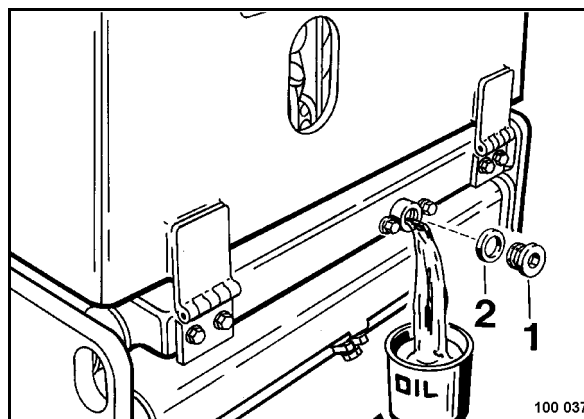

Fig. 60
- Desenroscar el tornillo de descarga de aceite (1) (Fig. 60) y recoger el aceite usado saliendo.
- Limpiar el tornillo de descarga de aceite y volver a enroscarlo provisto de una nueva junta anular (2).